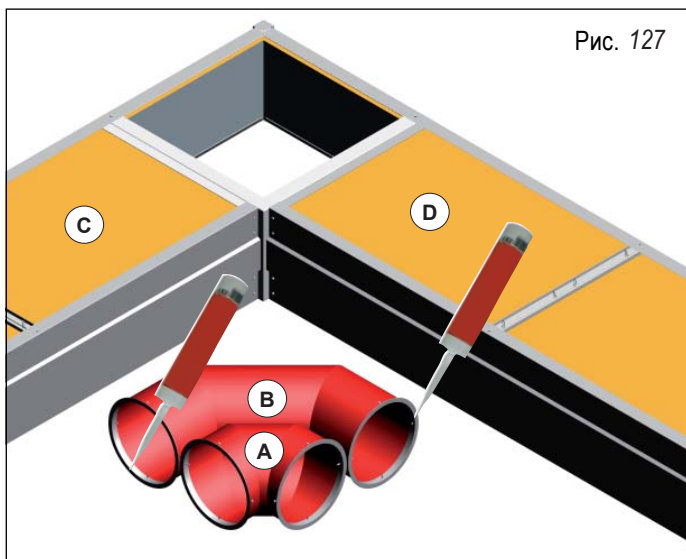
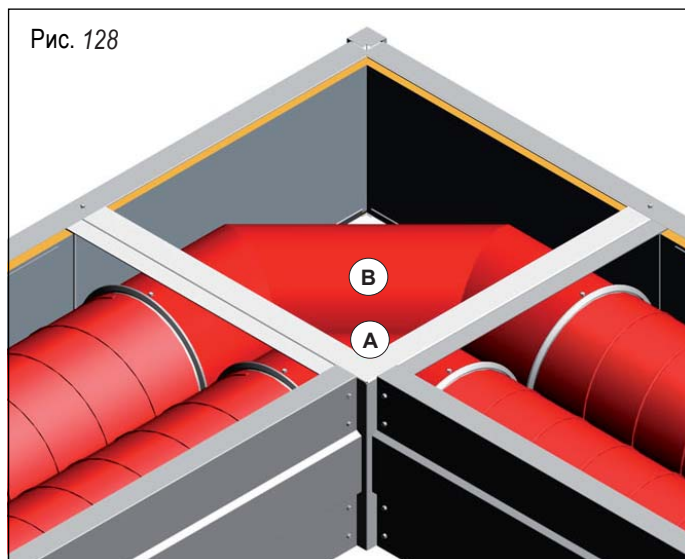

Рис. 127
Рис. 128
Нанести на обе стороны соединительных фланцев изгиба полоску силиконового герметика, как показано на рис. 127. Соединить фланцы изгиба с коротким радиусом (A) и изгиба с широким радиусом (B) с фланцами первого участка теплоизлучающей ленты (C), вставить соединительное кольцо, закрепить с помощью гайки и контргайки два фланца, см. рис. 128. Выполнить те же операции по соединению фланцевых изгибов со вторым участком теплоизлучающей ленты (D). На рис. 128 для лучшей наглядности изгибов не показана верхняя теплоизоляция ленты и модуля изгиба.